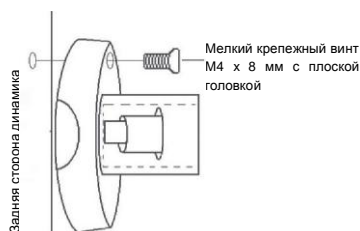

Рисунок 2
3. Для некоторых динамиков требуются более мелкий крепеж M4 x 8 мм, который вставляется в нецентральное отверстие на крепежной опоре (рисунок 2).